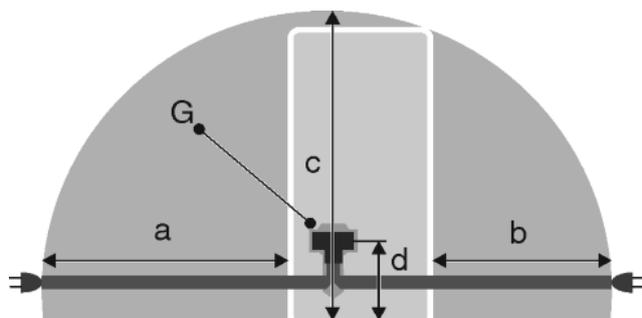

Fig. 41
- La prise de courant est en dehors de la zone postérieure de l'appareil dans la zone concernée. Fig. 41 (a, b, c)
- ▶ Introduire la fiche de l'appareil Fig. 41 (G) au dos de l'appareil. Veiller à bien les encliquer.